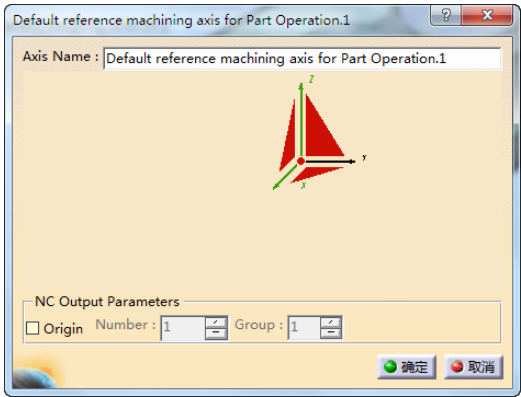

图 7-5 “Default reference machining axis for Part Operation.1”对话框（1）
- 单击“Part Operation”对话框中的 Default reference machining axis system 按钮，弹出“Default reference machining axis for Part Operation.1”对话框（1），如图 7-5 所示。